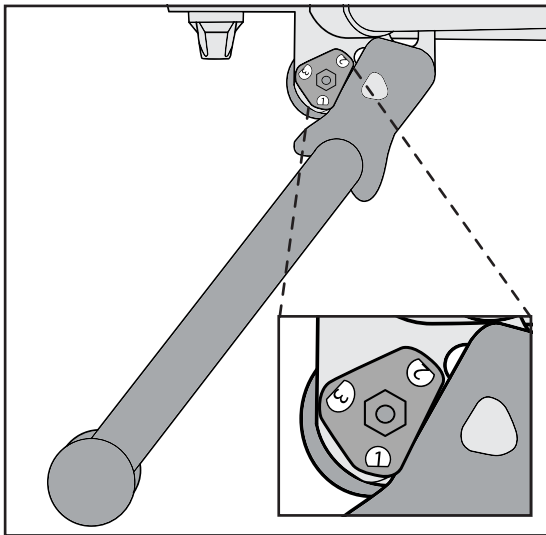

Figure 18
3. Deploy the kickstand to align the stop into the correct location. (Figure 18)
3. Déployez la béquille pour aligner les butées en bonne position. (Figure 18)
3. Klappen Sie den Ständer aus, um den Anschlag auf die richtige Position auszurichten. (Abbildung 18)